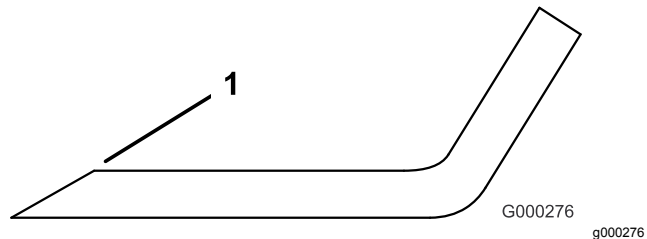

**Figura 103**
2. Examine cuidadosamente as extremidades da lâmina, prestando especial atenção à zona onde se encontram as partes curvas e planas da lâmina (Figura 103).
**Nota:** A areia e os materiais abrasivos podem desgastar o metal entre as partes plana e curva da lâmina; por isso, verifique a lâmina antes de utilizar a máquina. Se verificar que esta zona se encontra desgastada (Figura 103), substitua a lâmina.